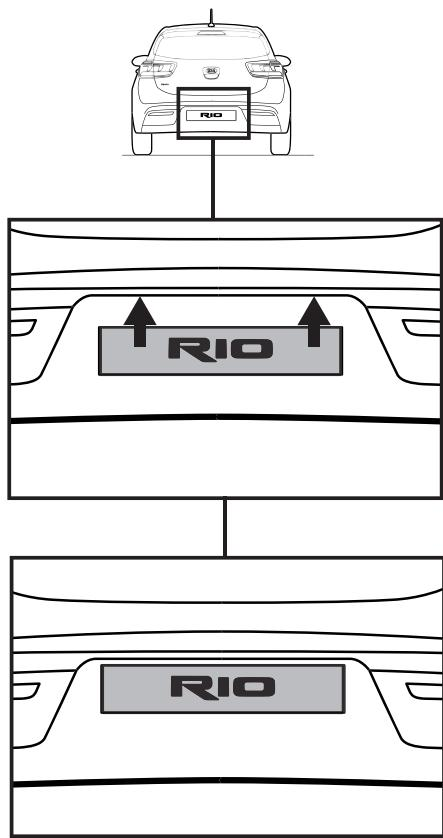

Fig. 3
- Переместите номерного знака. (см. рис. 3)